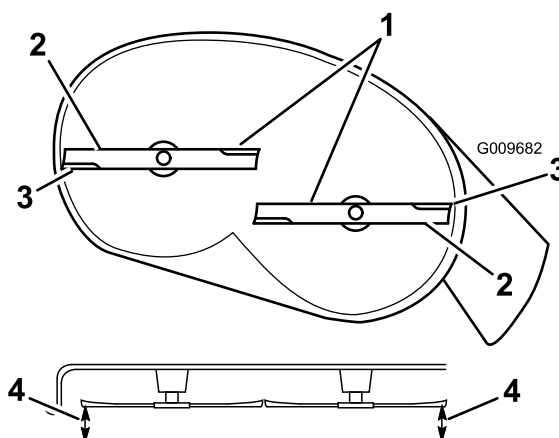

Figure 48
- Faites pivoter les lames avec précaution pour qu'elles soient toutes parallèles (Figure 48).
5. Mesurez la distance entre les tranchants extérieurs et le sol plat (Figure 48). Si les deux mesures diffèrent de plus de 5 mm (3/16 po), un réglage s'impose. Poursuivez la procédure.